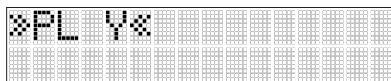

Imagen 21 PlaneLok horizontal eje Y
6.) Horizontal: Pulse y suelte botón E (j) para entrar en el submenú PlaneLok. Seleccione >>PL Y<< para confirmar PlaneLok para el eje Y. Pulse el botón E (j) para iniciar PlaneLok (véase la imagen 21).